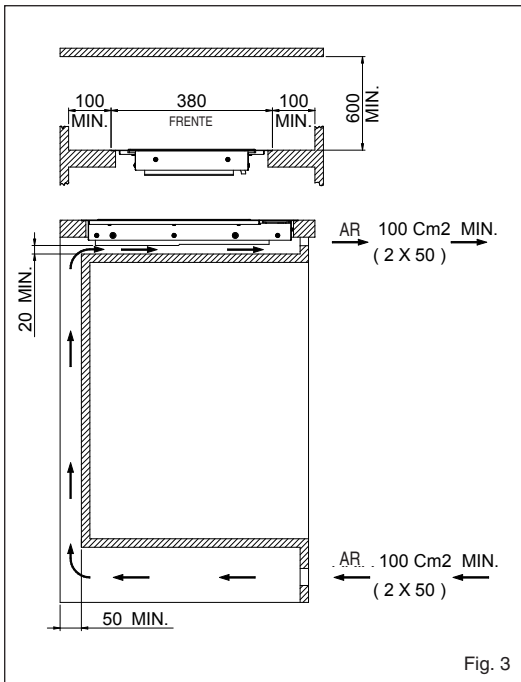

Fig. 3
- predispor passagens de ar como indicado na figura (Fig. 3).